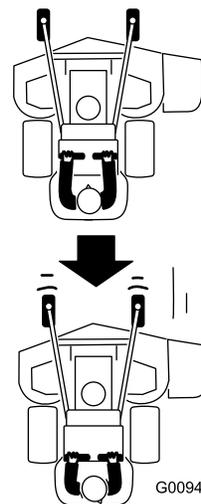

図 24
2. 走行コントロールレバーをゆっくりと後ろに引く **図 24**。